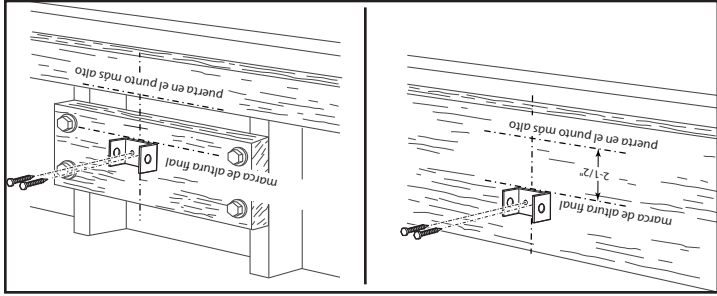

FIG. 2-3 Montaje del soporte del travesaño (en el travesaño y arriba del travesaño).
NOTA: Si el lugar del soporte del travesaño necesita estar arriba del cabezal para la abertura de la puerta del garaje, usted necesita agregar una "superficie de montaje". Un larguero de 2" x 6" bien sujetado (larguero y herrajes no se incluyen) a los montantes de pared en cualquiera de los lados de su marca será suficiente (Fig. 2-3).
- Sostenga el soporte del travesaño contra la pared (Fig. 2-3).
- Sujete el soporte del travesaño con 2 pijas (provisos) (Fig. 2-3).